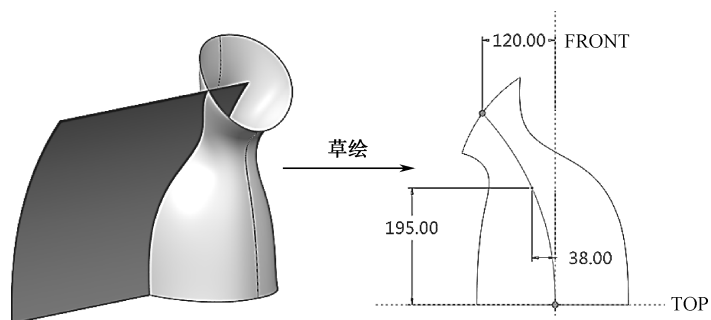

图 7-51 蒸脸器侧面辅助面“拉伸 1”
(1) 单击【模型】→按钮，弹出拉伸操控面板。在操控面板上，选择【拉伸为曲面】。单击【放置】→【定义】，选择绘图区中的 RIGHT 平面作为草绘平面，TOP 平面作为参照平面，参考方向为顶。单击【草绘】进入草绘模式，绘制样条曲线时注意捕捉“相交 1”和“草绘 3”生成的投影线作为参考。绘制完成后得到拉伸 1，如图 7-51 所示。拉伸深度不限。